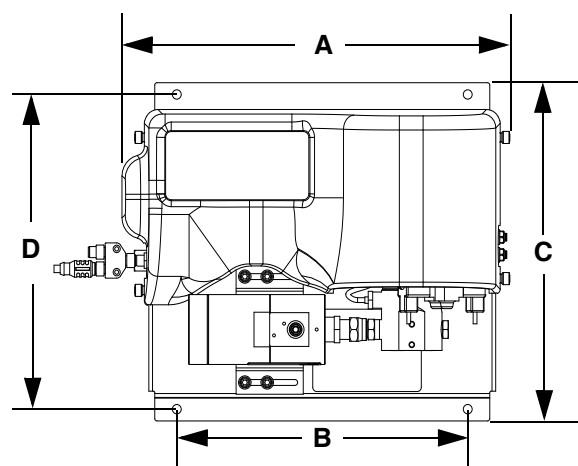

FIG. 15: Vätskeplattenhets mått
2. Montera och fäst vätskeplattenheten vid automatikenheten (eller någon annan monteringsyta) med bultar av lämplig storlek genom de 10 mm (0,397 tum) stora hålen i basplattan. Se monteringsmått i Tabell 4 och FIG. 15.